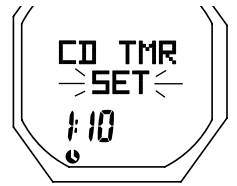

Fig. 127B - ESTADO DEL CDT (para acceder a Ajuste o ajuste/listo)
>> Si se selecciona SET (Fig. 127B), se accede al Ajuste del CDT.
- Pulse el botón S (< 2 seg) para guardar el valor de ajuste del CDT y volver a la pantalla de estado del CDT con el mensaje SET parpadeando (similar a la Fig. 127B).